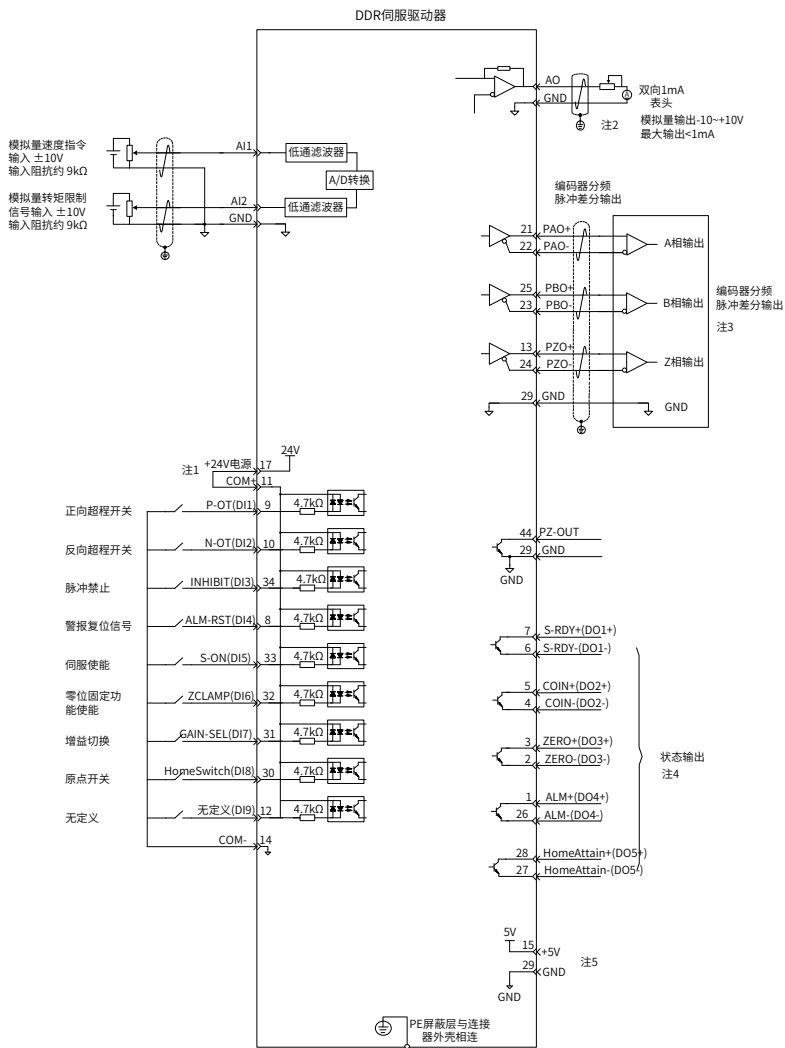

图 4-6 速度模式配线图
- 4) 参考图4-6配线说明连接CN1端子中必要的DI/DO信号及模拟量速度指令。